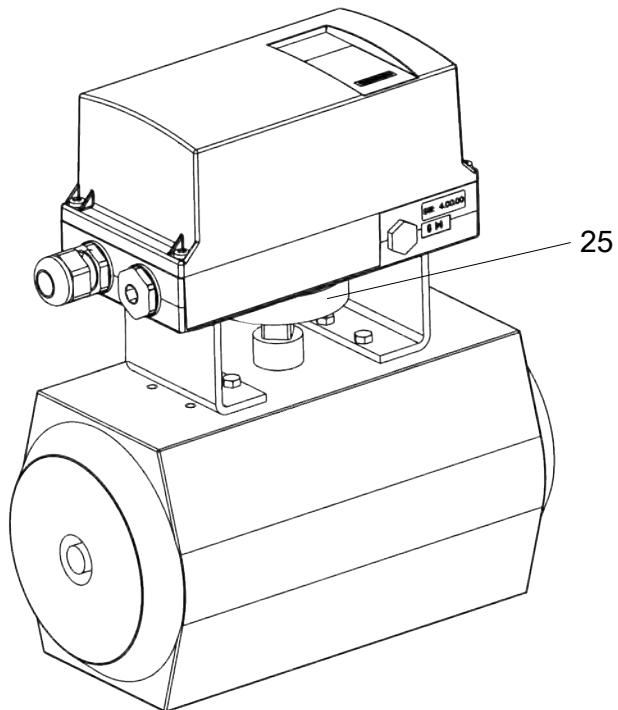

Abb. 22: Stellungsregler mit Anbaukonsole angebaut am Schwenkantrieb
6. Abb. 22: Einheit Stellungsregler / Anbaukonsole auf Antrieb mittig ausrichten und festschrauben (Schrauben gehören nicht zum Lieferumfang, sondern sind Bestandteil der Anbaukonsole des Antriebes).